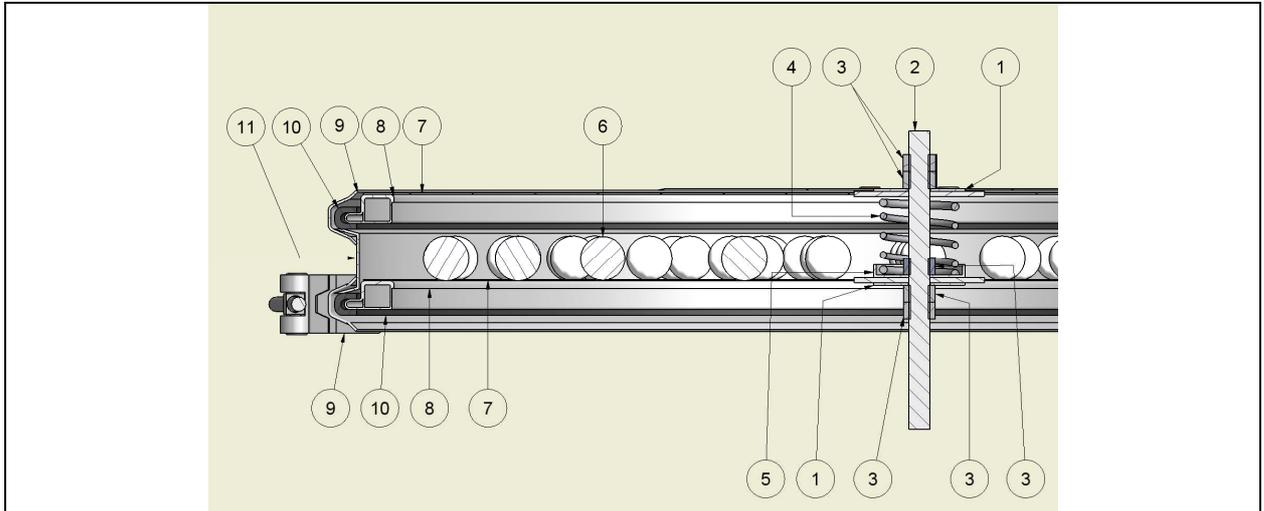
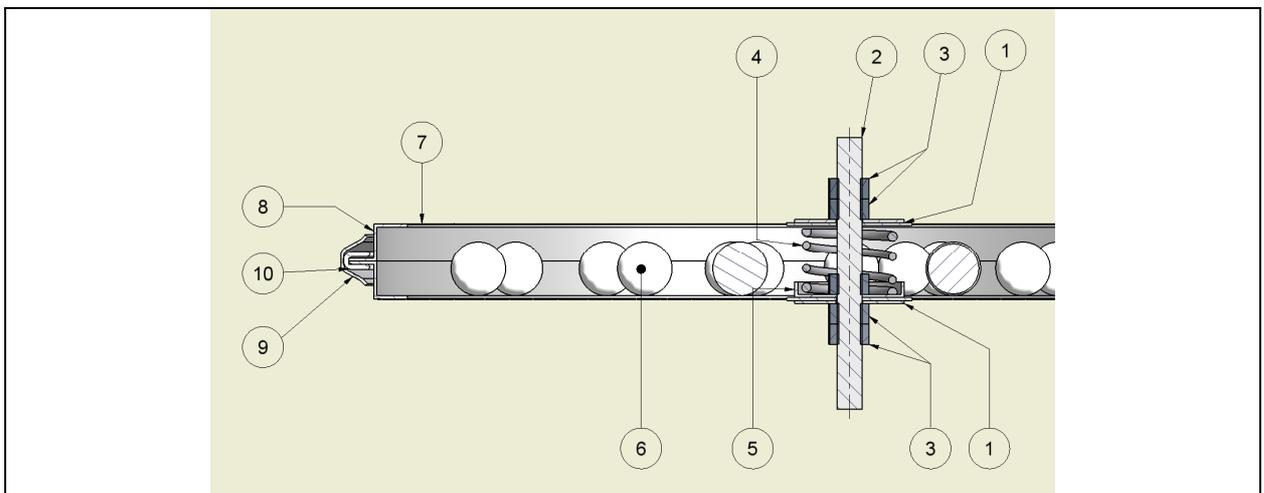

Fig.6 – Sezione accessorio PALLE con fascia distanziale 2''
Fig.7- Sezione accessorio PALLE senza fascia distanziale
I disegni in Fig.6 e Fig.7, mostrano le sezioni delle due configurazioni possibili di montaggio: la prima con fascia distanziale da 2", la seconda senza.
- (1) Accessorio con fascia distanziale (Fig.6)
(2) Accessorio senza fascia distanziale (Fig.7)